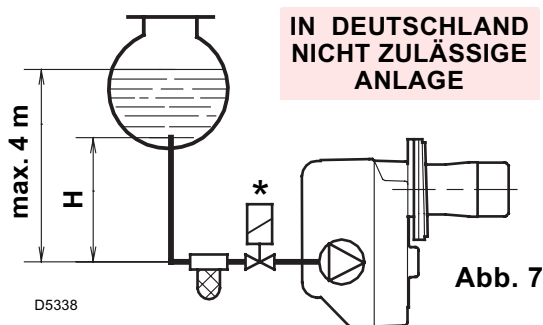
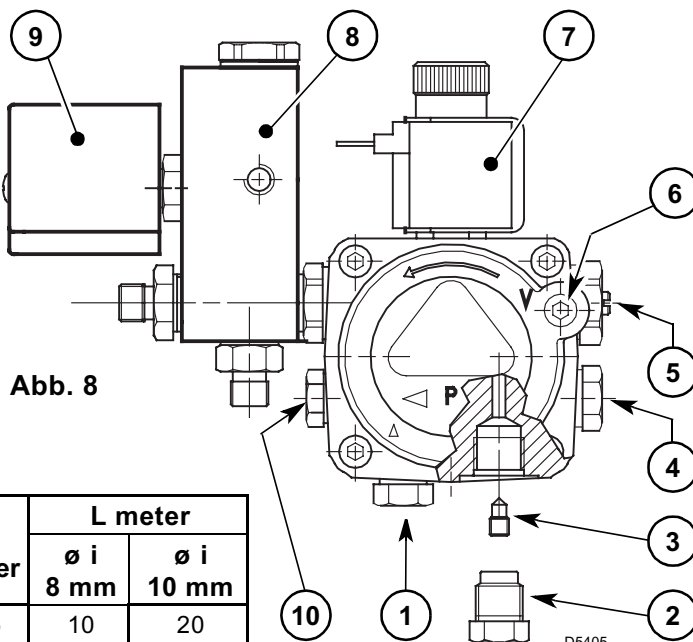

Abb. 7
Abb. 8
- Die Pumpe ist werksseitig für den Zweirohr-Betrieb eingerichtet. Wird ein Pumpen-Einrohrbetrieb für notwendig erachtet, so ist die Rücklauf-Schlauchleitungsmutter (2) zu lösen und die By-Pass Schraube (3) zu entfernen. Danach ist die Rücklauf-Schlauchleitungsmutter wieder anzuschließen (siehe Abb. 8).
Bei der in Abb. 7 dargestellten Anlage ist es ausreichend, wenn man den Vakuummeteranschluß (6, Abb. 8) lockert und das Austreten des Brennstoffes abwartet.